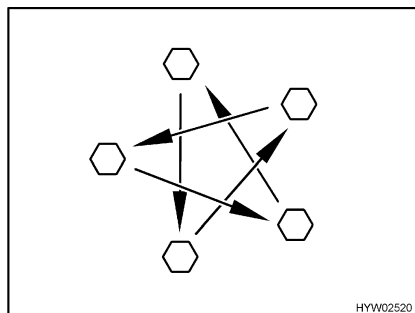

Fig. 221 Serrer en croix les écrous ou les boulons de roue
- Vérifier régulièrement le serrage des écrous ou des boulons de roues. Resserrer tous les écrous ou les boulons de roue 50 km après le changement d'une roue (Fig. 221). Pour les couples de serrage, voir paragraphe 14.5.2.
- Si des jantes neuves ou repeintes sont utilisées, alors resserrer les écrous ou les boulons de roue une fois de plus après env. 1 000 à 5000 km (Fig. 221).
- ▷ Serrer en croix les écrous ou les boulons de roue (Fig. 221).